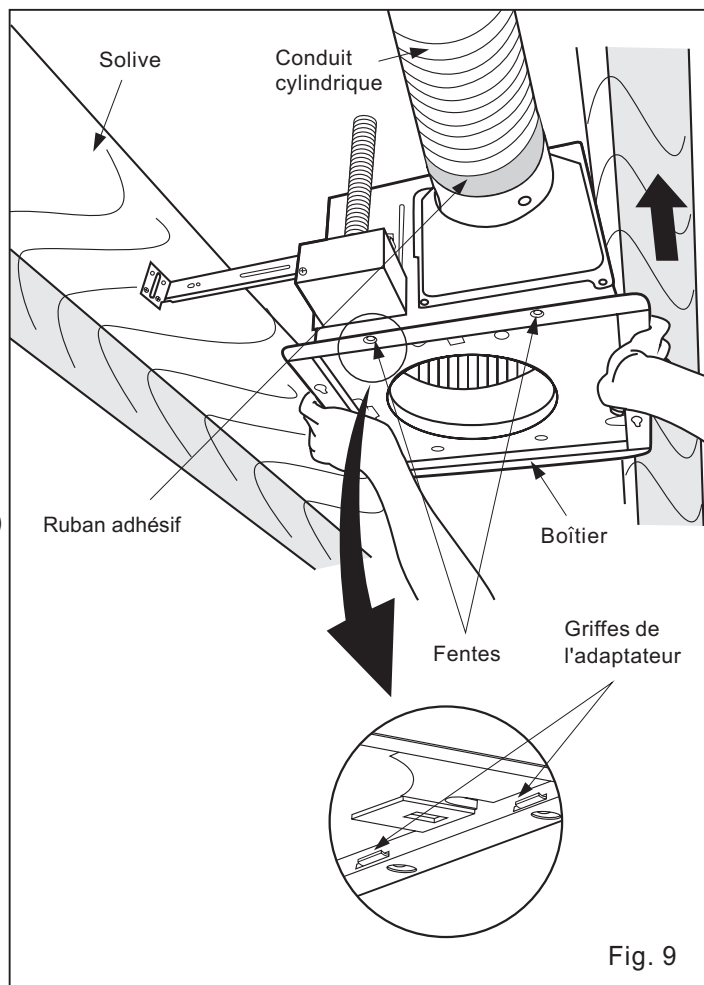

Fig. 9
- Insérez le boîtier du ventilateur dans les solives. (voir Fig.9)
- Insérez le boîtier du ventilateur (sans la section du souffleur) dans les solives. (voir Fig.9)